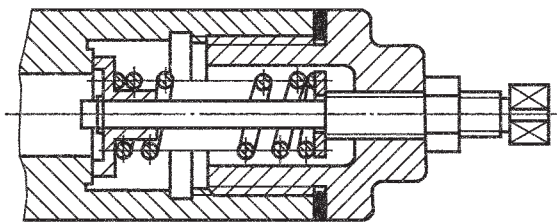

图 1
3.1 被弹簧挡住的结构一般不画出,可见部分应从弹簧的外轮廓线或从弹簧钢丝剖面的中心线画起(图 1)。